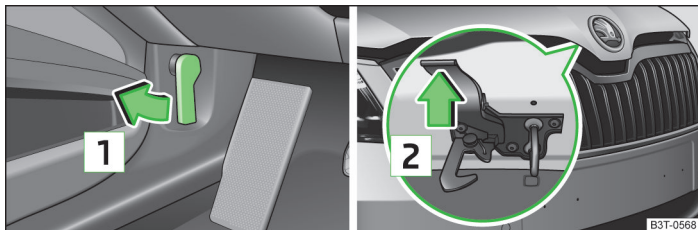

Fig. 165 Maneta de deblocare a capotei motorului / maneta de deblocare
- Nu deschideți niciodată capota motorului de maneta de deblocare » fig. 165 la pagina 209.
➤ Trageți maneta de deblocare aflată sub planșa de bord **1** » fig. 165.